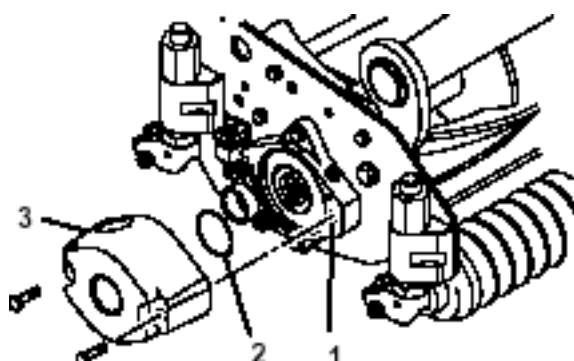

図 7
3. 大きなOリングにグリスを塗り、カッティングユニット両側のベアリングハウジングの溝にそれぞれ取り付ける（図7 & 10）。
4. 各カッティングユニットにカウンタウェイトを取り付ける（図7：付属のキャップスクリュを使用する）
ターフ補正スプリング(図7)は、キャリアフレームとカッティングユニットをつないでおり、前後の揺れの大きさを調整する働きと、移動走行中や旋回動作中の地上高の調整を行っています。
1. スプリングロッド後部のロックナットを締めて、すきま(C)を25 mmとする(図7)。
2. スプリングロッド前部の6角ナットを締めて、スプリング(圧縮状態)の長さ(A)が203 mmになるようにする(図7)。
注: ラフで使用する時やアンジュレーションの大きなフェアウェイを刈る時は上記の圧縮長さ(A)を216 mmとし、スプリング ブラケット後部とワッシャ前面のすきま(C)を38 mmとしてください(図7)。